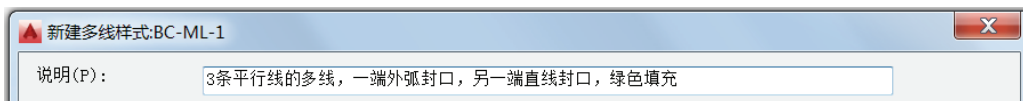

图 2-46 输入该多线样式说明
8) 在“说明”文本框中输入“3 条平行线的多线,一端外弧封口,另一端直线封口,绿色填充”,如图2-46所示。